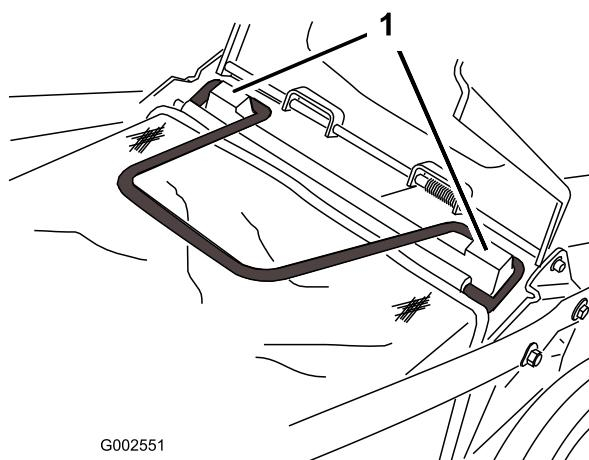

Figura 18
3. Montate il cesto sui montanti di fissaggio (Figura 18).